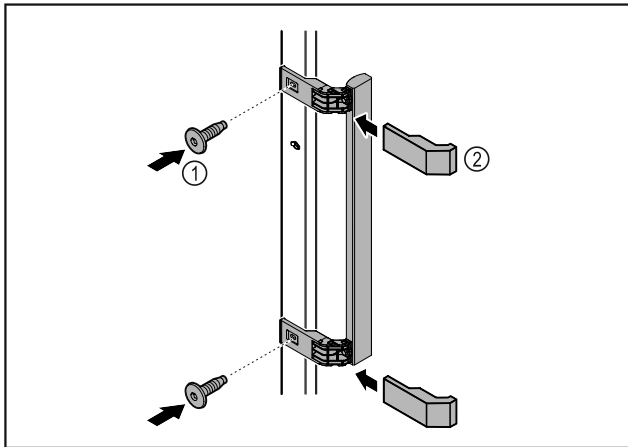

Fig. 4
- ▶ Griff aus dem Beipack mit den beiliegenden Schrauben Fig. 4 (1) an der Tür anbringen.
- ▶ Abdeckung Fig. 4 (2) aufsetzen.